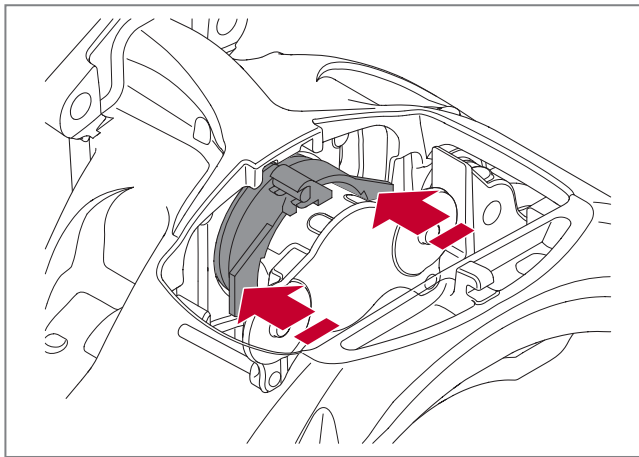

Abb. 53 - Faltenbalg der Druckplatte hineindrücken
11. Montieren Sie die SAF-Spezialwerkzeuge Art-Nr. 4 434 3887 00 und Art-Nr. 4 434 3888 00 und führen Sie die in das Bremssattelende des Faltenbalgs der Nachstellschraube ein, *siehe* ► *Abb. 53*.